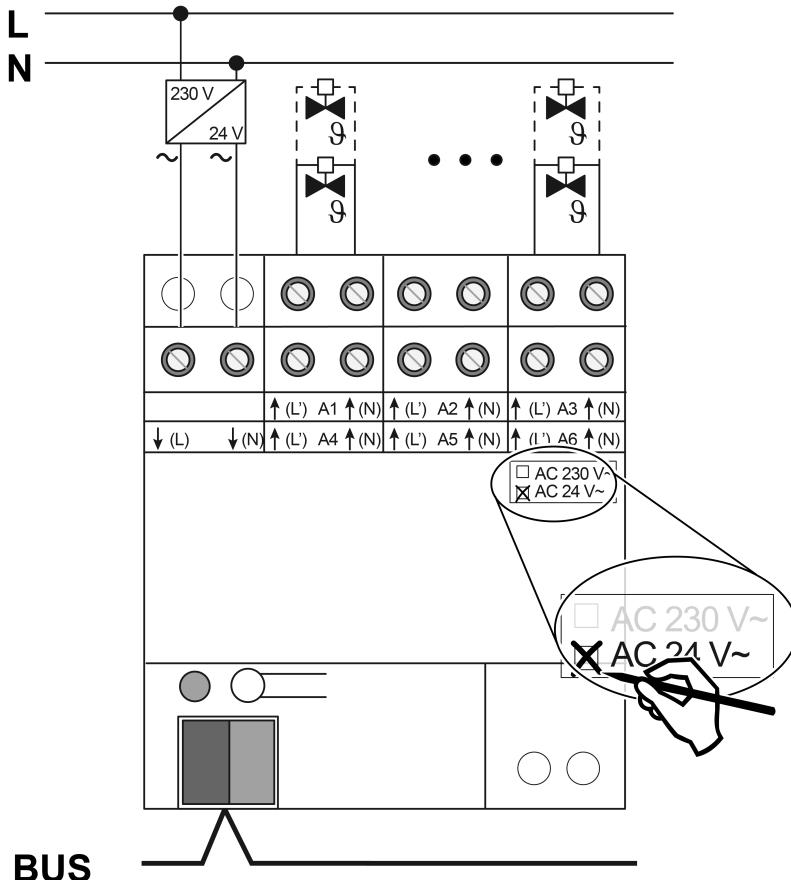

Figure 3: Raccordement de servomoteurs 24 V
- Raccorder les servomoteurs 24 V AC conformément au schéma de raccordement (voir figure 3).
- Raccorder l'alimentation pour les servomoteurs aux bornes $\downarrow(L)$ et $\downarrow(N)$ (1).